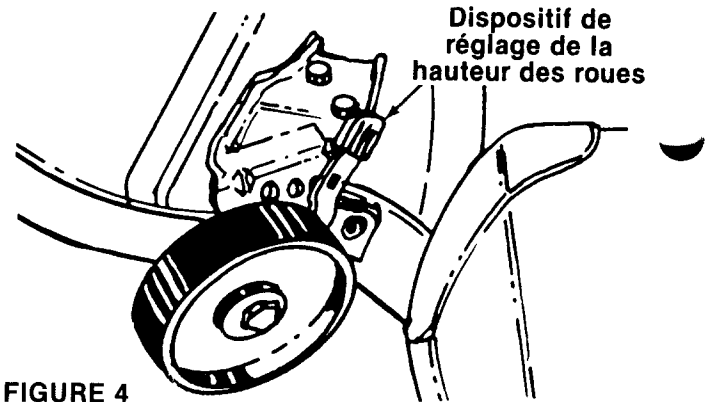

FIGURE 4
**DISPOSITIF DE RÉGLAGE DE LA HAUTEUR DES ROUES.** Déplacez la manette vers la roue et réglez-la à la hauteur voulue. Voir la figure 4.
Le réglage des roues de cette tondeuse empêche l'arrachage du gazon en cas de terrain irrégulier. Si l'arrachage persiste, abaissez les roues. Voir la figure 4.